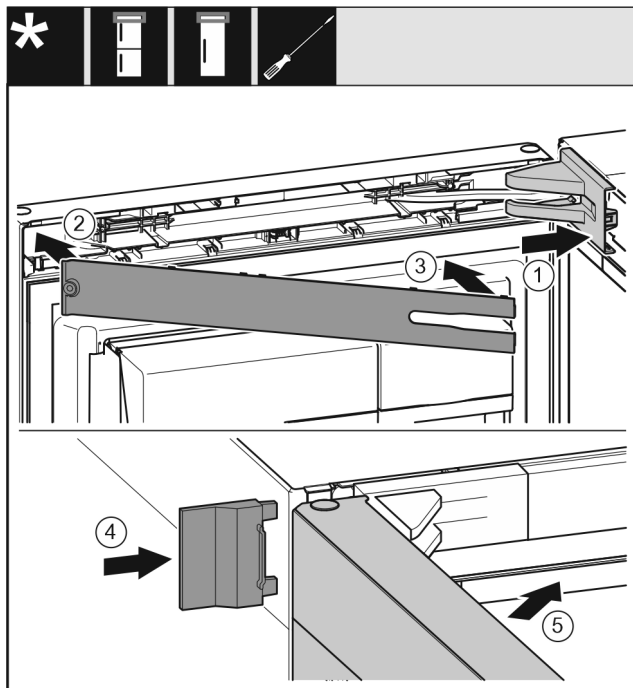

Fig. 46
- ▶ Stavite pokrov podloška ležaja *Fig. 46 (1)* i pustite ga da se uglati, po potrebi ga oprezno razdvojite.
- ▶ Natakните masku *Fig. 46 (2)*.
- ▶ Zakrenite masku *Fig. 46 (3)* i pustite da uskoči.
- ▶ Natakните vanjski poklopac *Fig. 46 (4)*.
- ▶ Zatvorite gornja vrata *Fig. 46 (5)*.